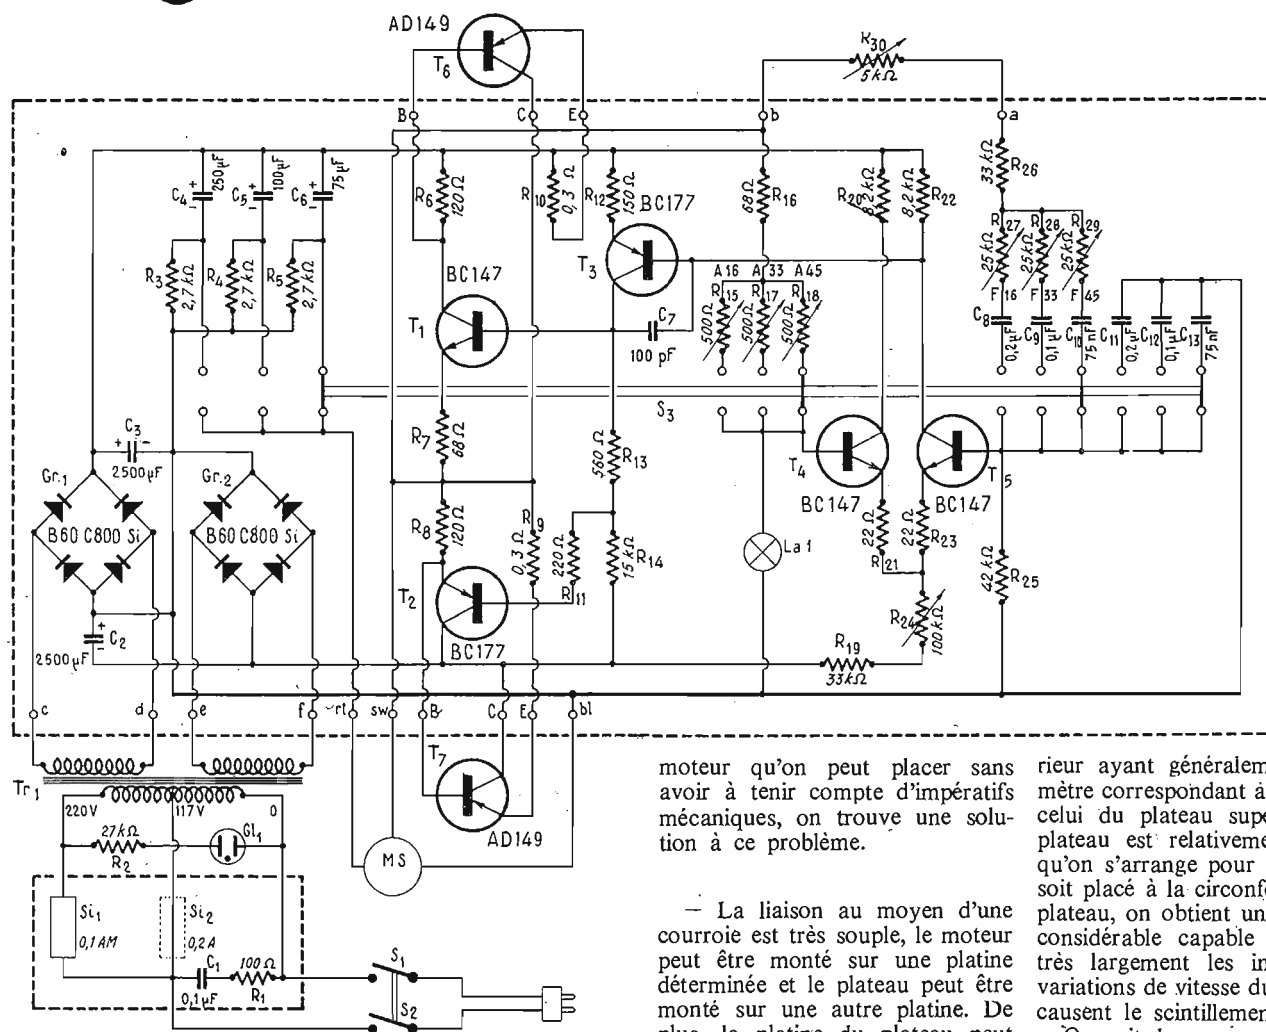
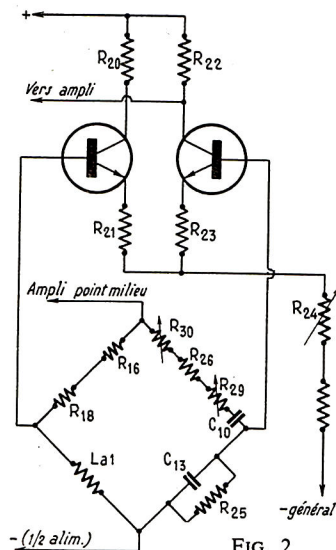

FIG. 1
FIG. 2
La figure 1 donne le schéma électrique complet de ce convertisseur. L'oscillateur, très stable, est constitué par un pont de Wien et deux transistors BC147. Le pont de Wien n'apparaissait pas clairement sur le schéma à cause des commutations, nous l'avons reproduit plus sommairement dans la figure 2. Le transistor T₃ (BC177), la paire complémentaire T₁ et T₂ (BC147 et BC177) et l'étage de sortie T₆ et T₇ (AD149) forment un amplificateur très classique sans transformateur de sortie. Le moteur synchrone sert de charge à cet amplificateur. Au moyen des commutations, l'oscillateur délivre soit 50 Hz, soit 37 Hz, soit 18,5 Hz permettant au plateau de tourner à 45 tours, 33 1/3 ou 16 2/3 tr/mn. La résistance variable R₃₀ peut être réglée de l'extérieur. Elle permet un réglage fin de la vitesse du tourne-disque (1).